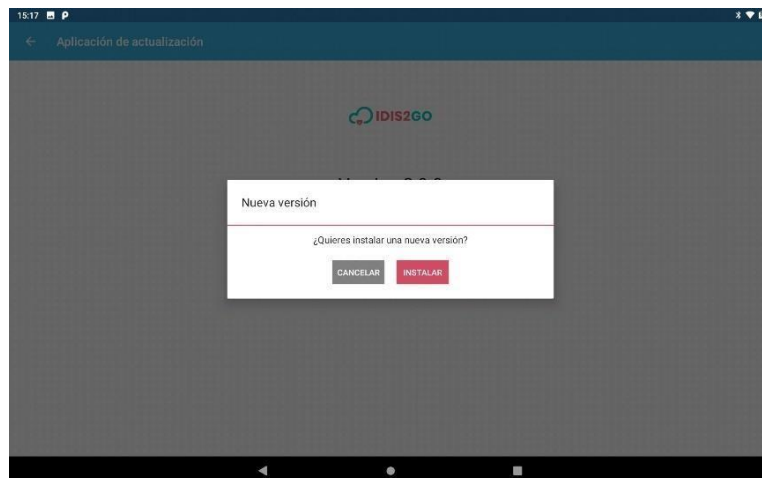

Figura 2.6
5. Se abrirá una ventana que le preguntará si desea actualizar el software. Haga clic en "Instalar" (consulte la Figura 2.6).